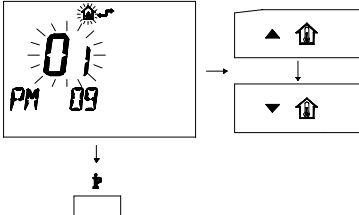

fig. 9.19
- 4 Per modificare il **SET** programmato agire sui pulsanti  o  e aspettare che il numero programmato cominci a lampeggiare (fig. 9.19)